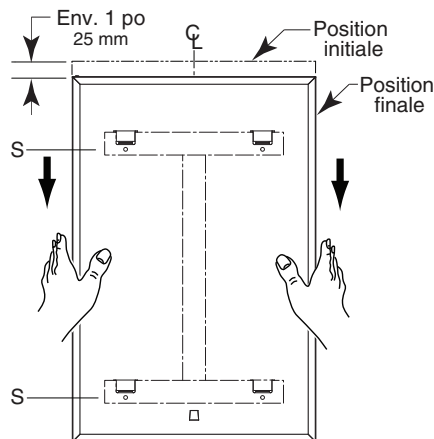

Figure : 5
**Conception à patte de verrouillage** — Le dispositif de verrouillage fixe automatiquement le miroir sur la suspension murale dissimulée lorsqu'il est abaissé dans sa position finale (voir Figure 5). Le dispositif de verrouillage peut être déverrouillé en faisant glisser la clé entre le miroir et le mur et en enfonçant la patte sur le panneau arrière. Si une clé est nécessaire, veuillez contacter l'usine.